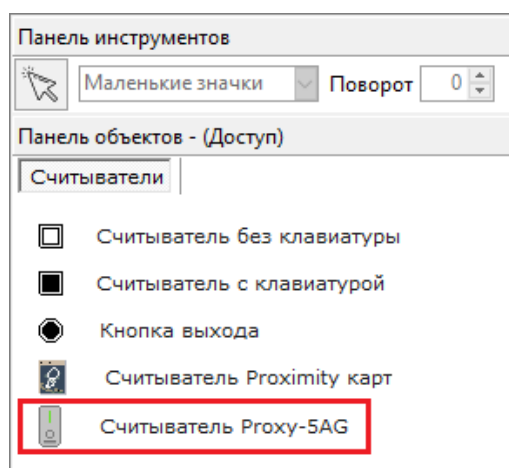

Рисунок 6-513 Добавленная кнопка на панели объектов - Доступ
- созданная кнопка пользовательского вида пиктограмм появится на соответствующей панели визуализации объектов (см. Рисунок 6-513);